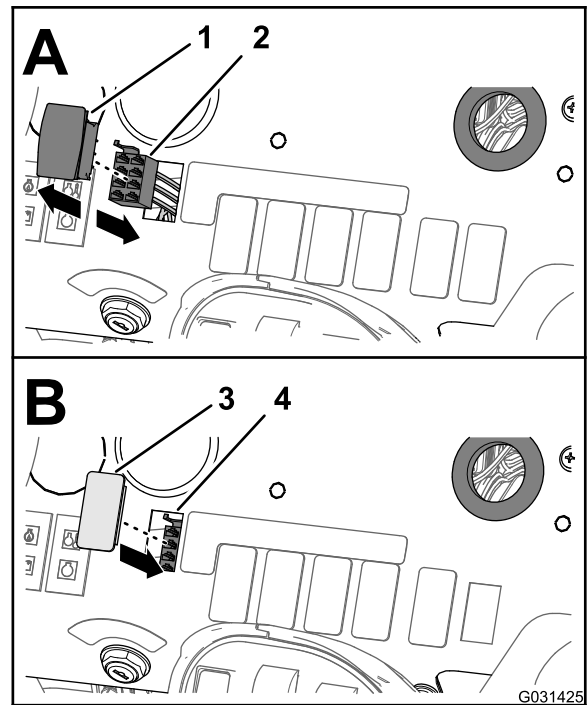

Bild 43
1. Drücken Sie unter dem Armaturenbrett der Maschine die Verriegelungsnasen des Dosierungssteuerschalters zusammen und drücken Sie den Dosierungssteuerschalter aus dem Armaturenbrett heraus (Bild 43).
2. Ziehen Sie den 8-Buchsen-Stecker des vorderen Kabelbaums der Maschine (mit RATE SWITCH beschriftet) vom 8-Stift-Stecker des Schalters ab (Bild 43).
4. Fluchten Sie die Schaltermontage mit der Öffnung im Armaturenbrett aus, von der Sie den Dosierungsschalter entfernt haben (Bild 43).
5. Setzen Sie die Schaltermontage in das Armaturenbrett Schaltkasten ein, bis die Blende richtig in der Abdeckung einrastet (Bild 43).